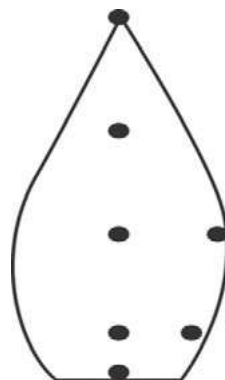

Рис. 8. Точки измерения температуры пламени
- Зажгите спиртовку. Когда показания стабилизируются, запишите значение температуры на схеме пламени (рис. 8) .